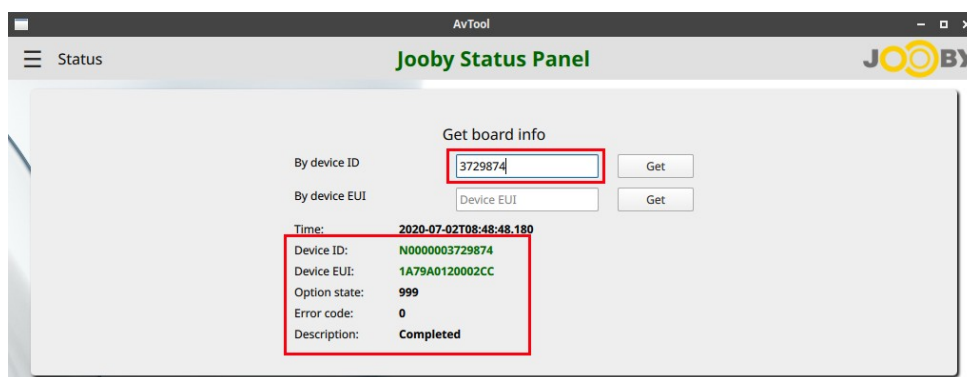

Рисунок 20
- ✓ получить информацию об устройстве по **ID платы** (Рисунок 20)